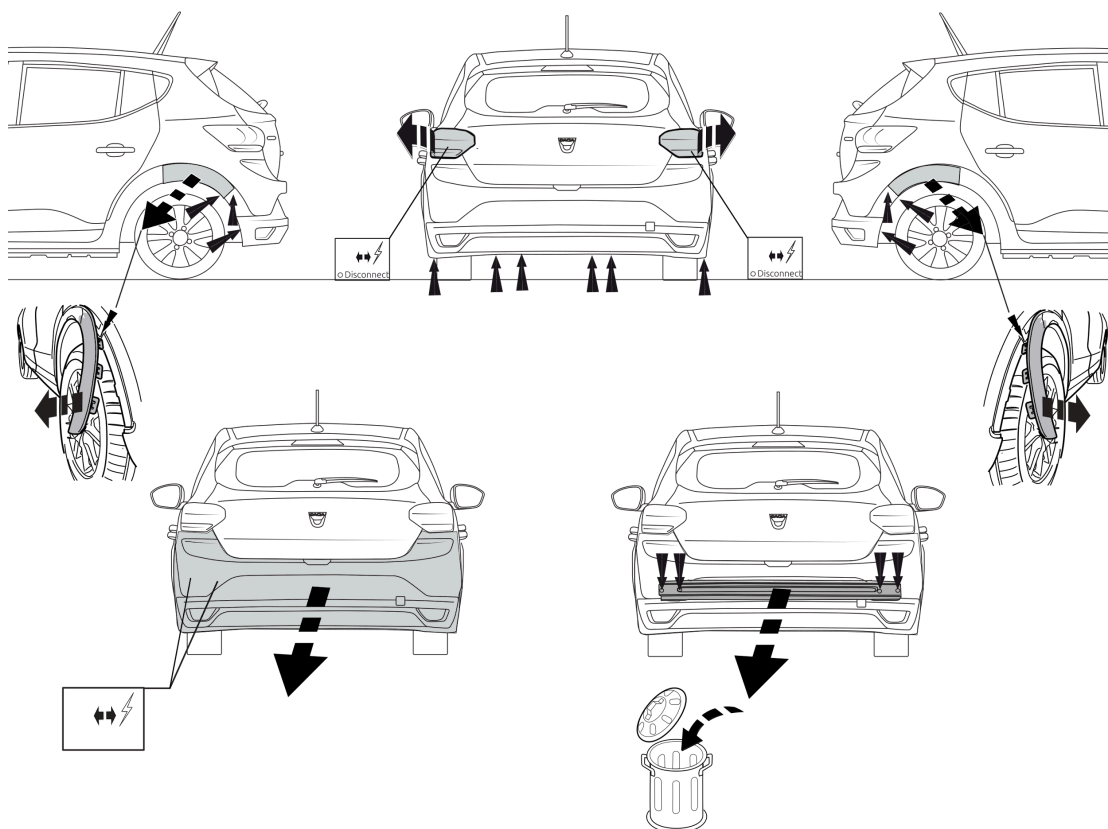

Fig. 1
1. Die Rücklichter abmontieren. Die Stoßstange einschließlich den Stoßbalkens vom Fahrzeug abmontieren. Der Stoßbalken wird nicht mehr benötigt. Siehe Abbildung 1.
10. Entfernen Sie die Stoßstange einschließlich den Stoßbalken vom Fahrzeug. Der Stoßbalken wird nicht mehr benötigt. Siehe Abbildung 1.